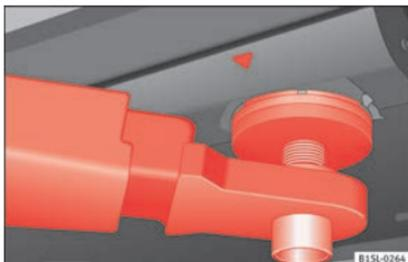
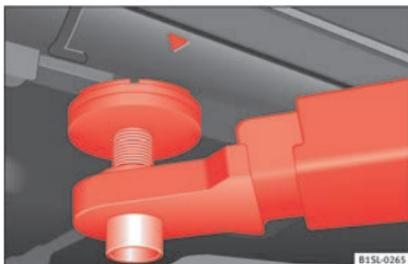

Abb. 231 Aufnahmepunkte vorn zum Anheben mit der Hebebühne oder dem Wagenheber.
Abb. 232 Aufnahmepunkte hinten zum Anheben mit der Hebebühne oder dem Wagenheber.
Das Fahrzeug darf nur an den in den Abbildungen »Abb. 231 und »Abb. 232 gezeigten Punkten angehoben werden. Wenn das
- Fahrzeug nur an den in den Abbildungen und »Abb. 231 und »Abb. 232 gezeigten Punkten anheben. Wenn das Fahrzeug nicht